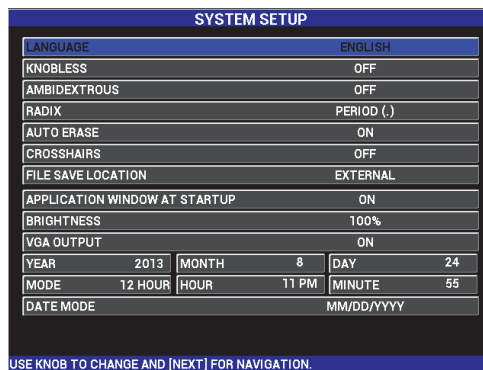

Figura 4-8 Tela SYSTEM SETUP
1. Pressione a tecla de menu ADV SETUP (  ) duas vezes e então pressione a tecla de função B para acessar a tela **SYSTEM SETUP** (veja Figura 4-8 na página 86).